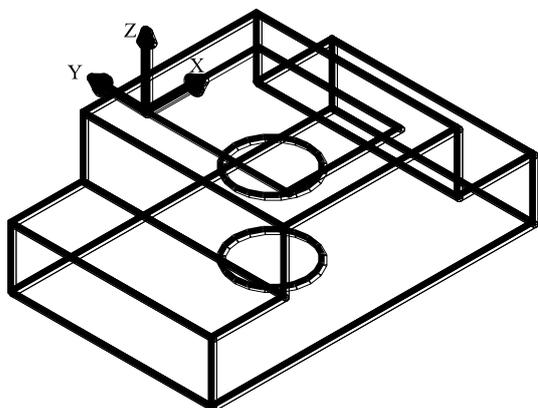

Рис. 103
12. Команда **Вытягивание** на высоту 20. Или команда **Вычти** (Subtract) (рис. 103).